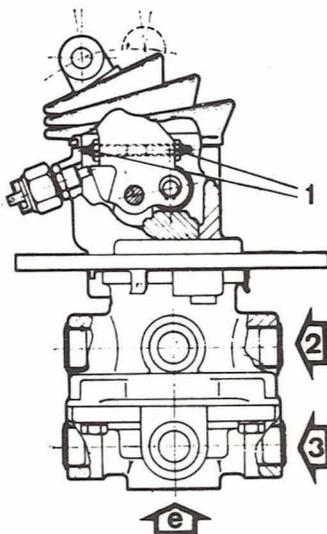

Fig. 11.4. - Válvula de accionamiento frenos, de doble circuito.
Al estar dotado el vehículo de un doble circuito de frenos, la válvula de accionamiento consta de dos cuerpos independientes entre sí (ver fig. 11.4), uno para cada circuito. La parte superior controla el circuito de frenos posteriores y la inferior el circuito de frenos anteriores.
- b) Verificar que la válvula de escape (ver fig. 11.4) se encuentra libre de suciedad.